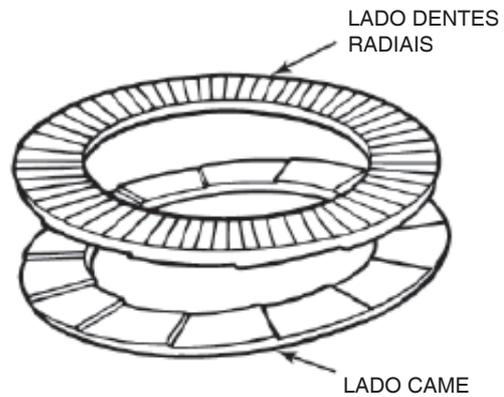

Figura 5.104
- Se os fixadores estiverem com arruelas Nord-Lock, instale as arruelas com o lado dos dentes radiais em contato com o flange do diferencial. Figura 5.104.
- Cuidadosamente, coloque o conjunto do diferencial na sua posição. Alternadamente, aperte os quatro fixadores duas ou três voltas. Figura 5.104